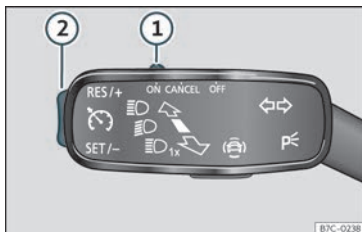

Fig. 207 Na panca dos intermitentes: mandos para o manexo do GRA.
- Desprace o mando >>> **fig. 207 1** ata **ON**.
- Prema o botón >>> **fig. 207 2** na zona **SET/-**.
- Desprace o mando >>> **fig. 207 1** ata **CANCEL** ou pise o freo.
- Prema o botón >>> **fig. 207 2** na zona **RES/+**.
Mentres o GRA regula pode axustarse a velocidade gardada coa tecla >>> **fig. 207 2**:
- Para aumentar en pasos de 1 km/h (1 mph) prema brevemente o botón >>> **fig. 207 2** na zona **RES/+**.
- Para aumentar a velocidade de xeito ininterrompido manteña premido o botón >>> **fig. 207 2** na zona **RES/+**.
- Para reducir en pasos de 1 km/h (1 mph) prema brevemente o botón >>> **fig. 207 2** na zona **SET/-**.
- Para reducir a velocidade ininterrompidamente manteña premido o botón >>> **fig. 207 2** na zona **SET/-**.
- Desprace o mando >>> **fig. 207 1** a **OFF**.